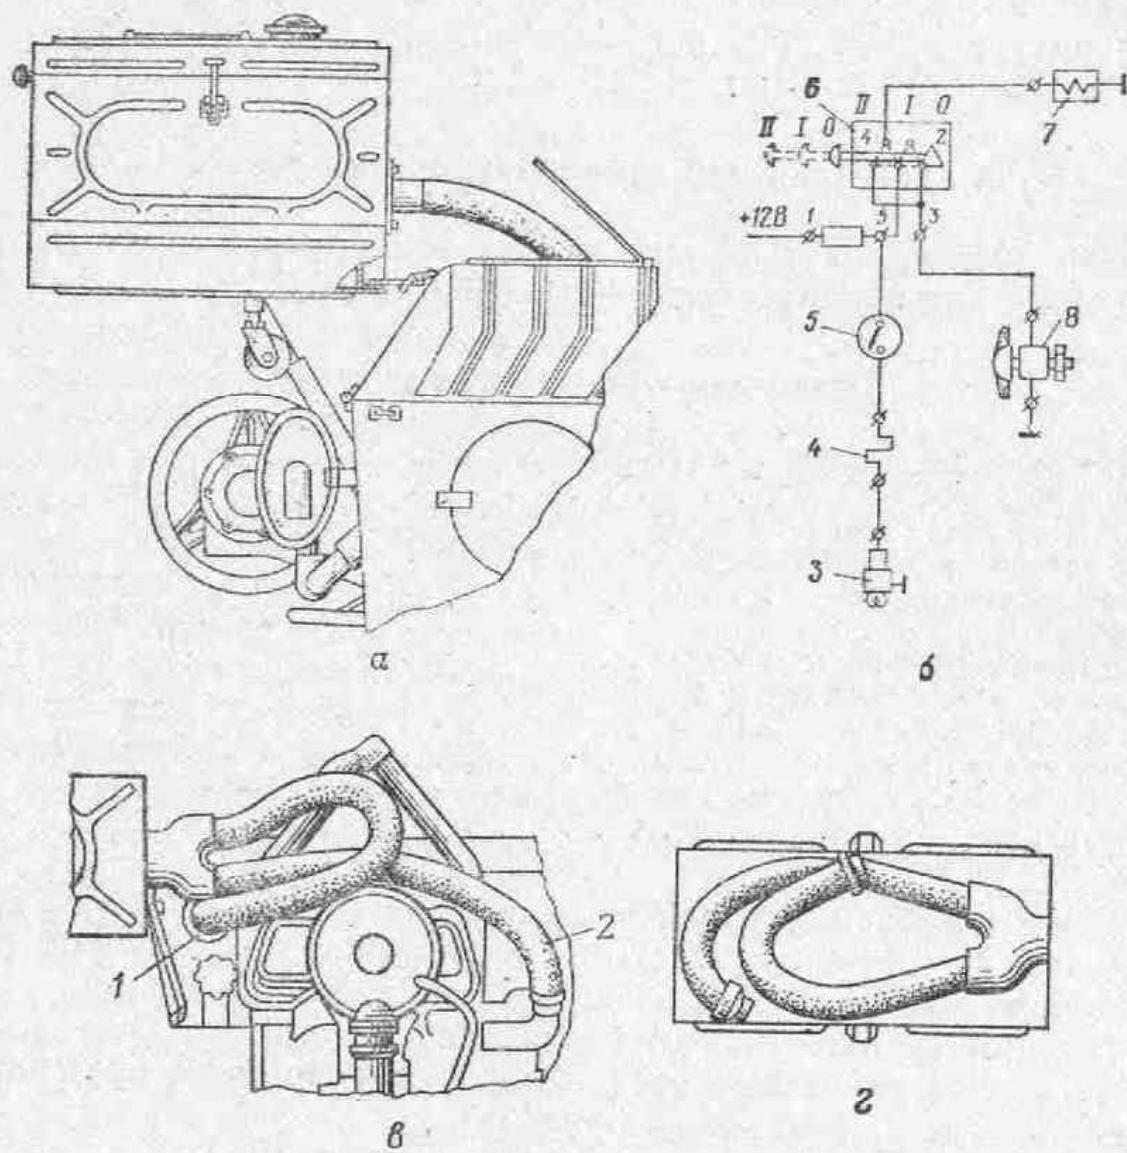

Рис. 112. Установка для предпускового подогрева двигателя:
Для пуска двигателя при низкой температуре используется установка для предпускового подогрева (рис. 112).
- 6) присоедините металлические рукава к патрубкам (рис. 112, в);
- 1) включите на 10—15 с переключатель режимов работы в положение *I* (рис. 112, б); по окончании продувки теплообменника поставьте переключатель режимов работы в положение *0*;
6) уложите металлорукава в корпус подогревателя (рис. 112, г) и закройте боковые стенки установки.